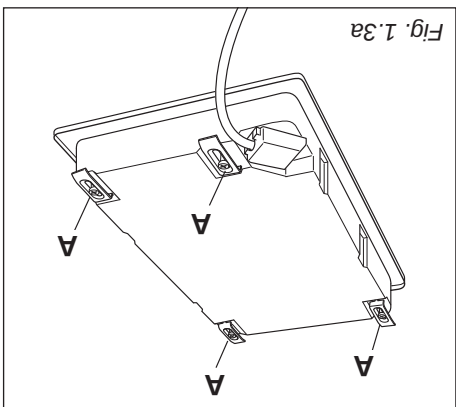
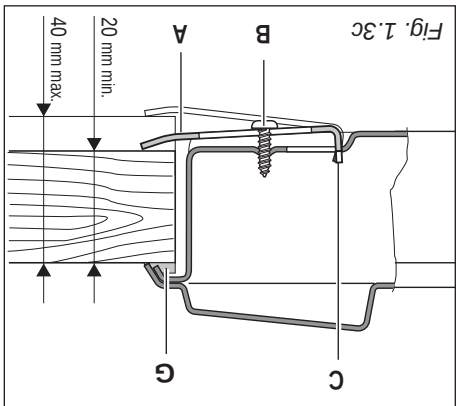

Fig. 1.3a
Fig. 1.3c
FIXATION DE LA TABLE DE CUISSON (figs. 1.3a, 1.3b, 1.3c)
- fig. 1.3c.
• Retourner l'appareil et monter les pattes "A" (fig. 1.3a) dans leur logement respectif, en vissant les vis "B" de quelques tours seulement. Faire attention de monter correctement les pattes comme indiqué sur les figure 1.3c. Tourner les pattes de façon à ce qu'elles n'empêchent pas l'introduction de l'appareil dans la découpe.